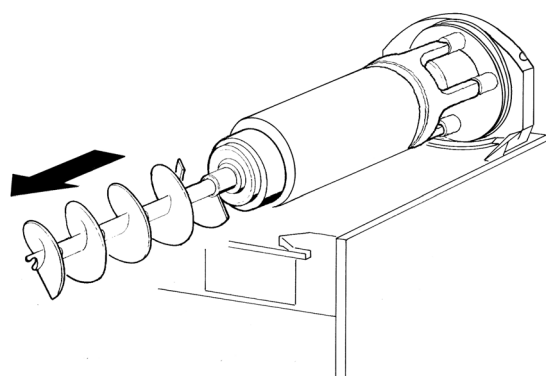

figura 11
10) y después el rascador interior (ver figura 11).